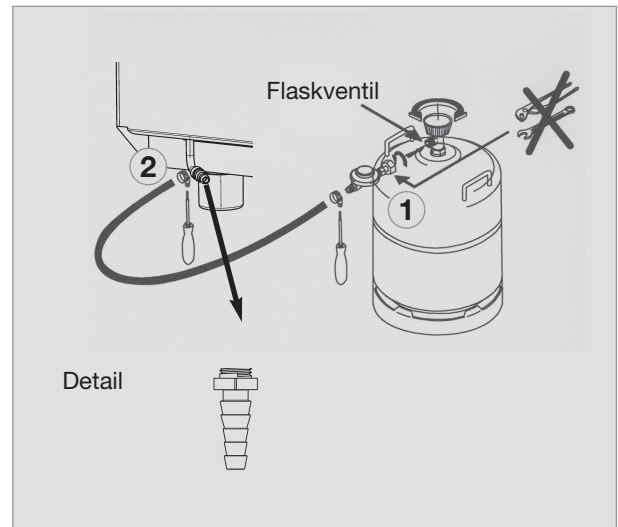

Fig. 3
- En fastindstillet trykregulator **(1)**, Fig. 3, trykreduktionsventil) skal monteres på gasflasken til køleskabet. Køleskabet må ikke tilsluttes med et andet tryk end det, der er angivet på typeskiltet.
- Gasslangen skal sluttes regulator med solide spændebånd **(2)**, Fig. 3.